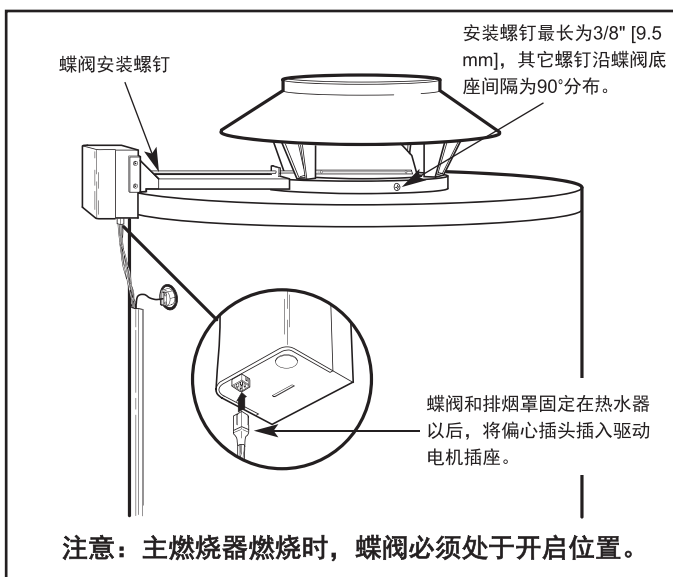

图3-排烟罩和蝶阀组件的安装
- B.) 通过驱动电机背部顶板翻边处的螺钉孔做一个标记点（见在图3）。
- D.) 重新安装排烟罩和蝶阀组件，并用自攻螺钉固定。再将其其它3个最长为3/8"[9.5mm]的自攻螺钉(随蝶阀组件提供)安装在蝶阀组件的底座上（见图3）。
- E.) 将偏心插头插入驱动电机插座，确保插头插到底。为便于插入，驱动电机插座安装在外壳上（见图3）。